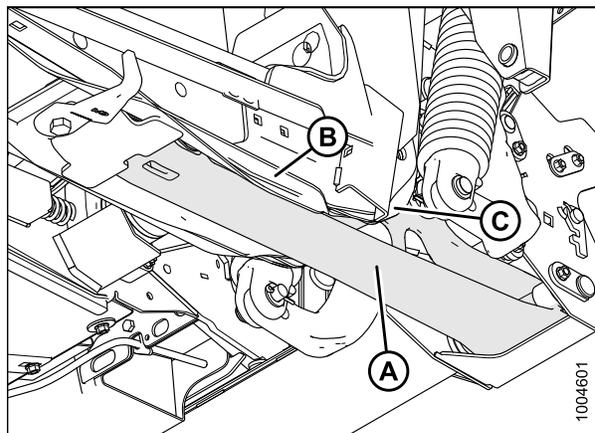

Рисунок 4.142: нижняя сторона модуля флотации
6. Продолжайте двигаться вперед, пока рычаги модуля флотации (А) не коснутся ограничителей балансирующих профилей (В) — рис. 4.142, страница 336.